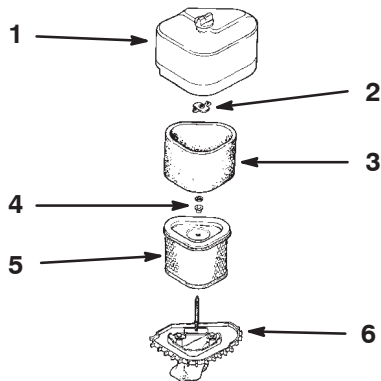

Figure 17
2. Nettoyez la surface autour du filtre à air pour éviter que des impuretés ne s'introduisent dans le moteur et l'endommagent. Dévissez l'écrou du couvercle et déposez le couvercle du filtre à air (Fig. 17).
3. Déposez l'ensemble filtre à air (Fig. 17).
4. Glissez délicatement l'élément en mousse hors de l'élément en papier (Fig. 17).
1. Glissez délicatement l'élément en mousse sur l'élément en papier (Fig. 17).
2. Posez l'ensemble filtre à air sur sa base (Fig. 17).
3. Reposez le couvercle du filtre à air et fixez-le en place avec les écrous (Fig. 17).